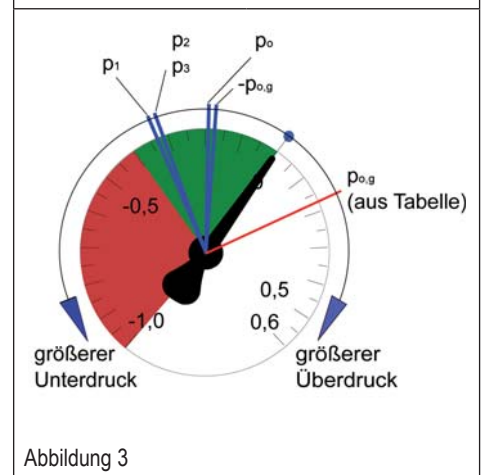

Abbildung 3
13. Erfüllen die notierten Messwerte das Kriterium gegenüber p_o (siehe Abbildung 3)